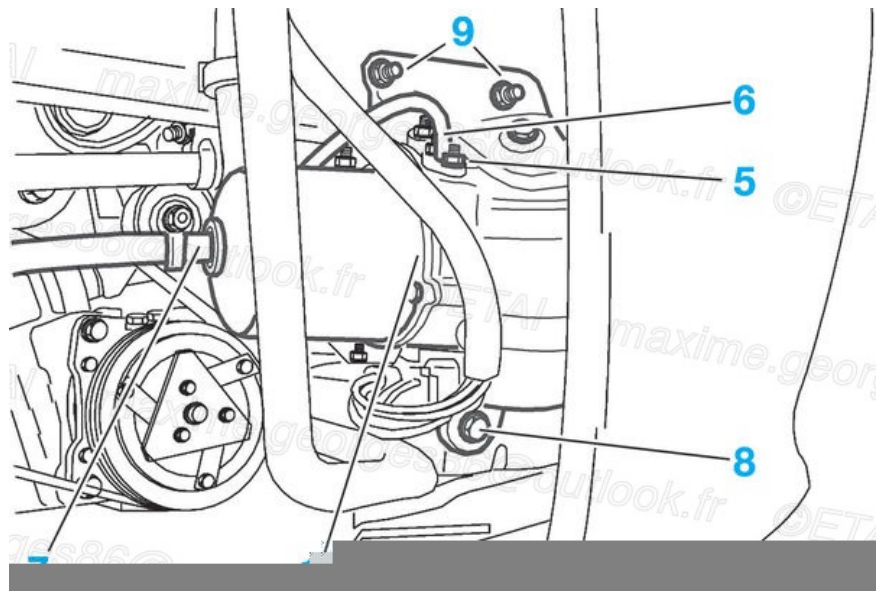

Fig.19
- l'écrou (3)
- le réservoir de liquide de lave-vitres (1)
- Déposer la vis (5) (Fig.19) (/media/RTA/RTA_714/RTA714A-006-019X.jpg).